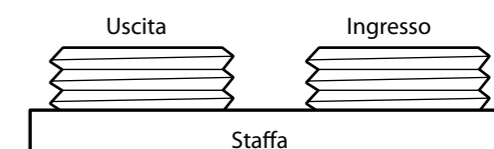

Figura 4
Assicurarsi che il tubo dell'acqua non trattata sia collegato alla valvola di controllo a destra e quello dell'acqua addolcita sia collegato a sinistra (figura 4).
7. Collegare le tubazioni di ingresso e di uscita. La filettatura della campana della valvola è BSPT da 3/4". Assicurarsi che l'acqua in ingresso sia collegata al lato destro (Figura 4).